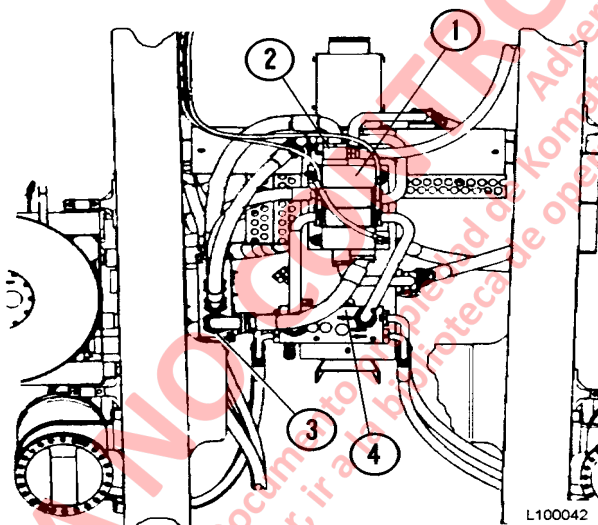

FIGURA 10-4. DERIVACIONES DE PRESION DE LA BOMBA
1. Instale un indicador de baja presión de 0-100 psi (0-1000 kPa) en el bloque del múltiple del circuito de enfriado de frenos (2, Figura 10-4) en la parte delantera de la válvula de elevación (1) para monitorear la presión del aceite de enfriado del freno delantero.
2. Instale un indicador de 0-3500 psi (0-25.000 kPa) en la lumbrera de prueba sin energía del múltiple sobre el centro (4) marcada como "TPD" ubicada en la cara delantera del múltiple.
4. Instale un indicador de baja presión de 0-100 psi (0-1000 kPa) en la lumbrera de prueba superior izquierda en el múltiple de retorno de frenos/elevación (3) para monitorear la presión de suministro de enfriado del freno trasero.